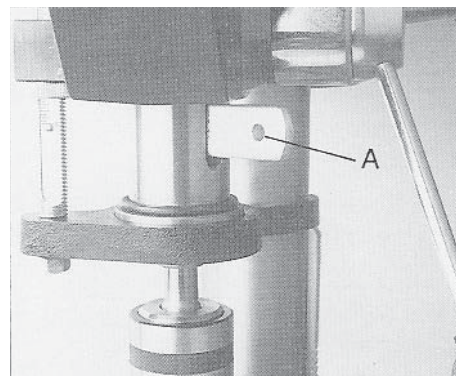

Рис. 2
- Вставте в шліц клин, що виштовхує (А, Рис. 2) і трохи вдарті по ньому молотком.